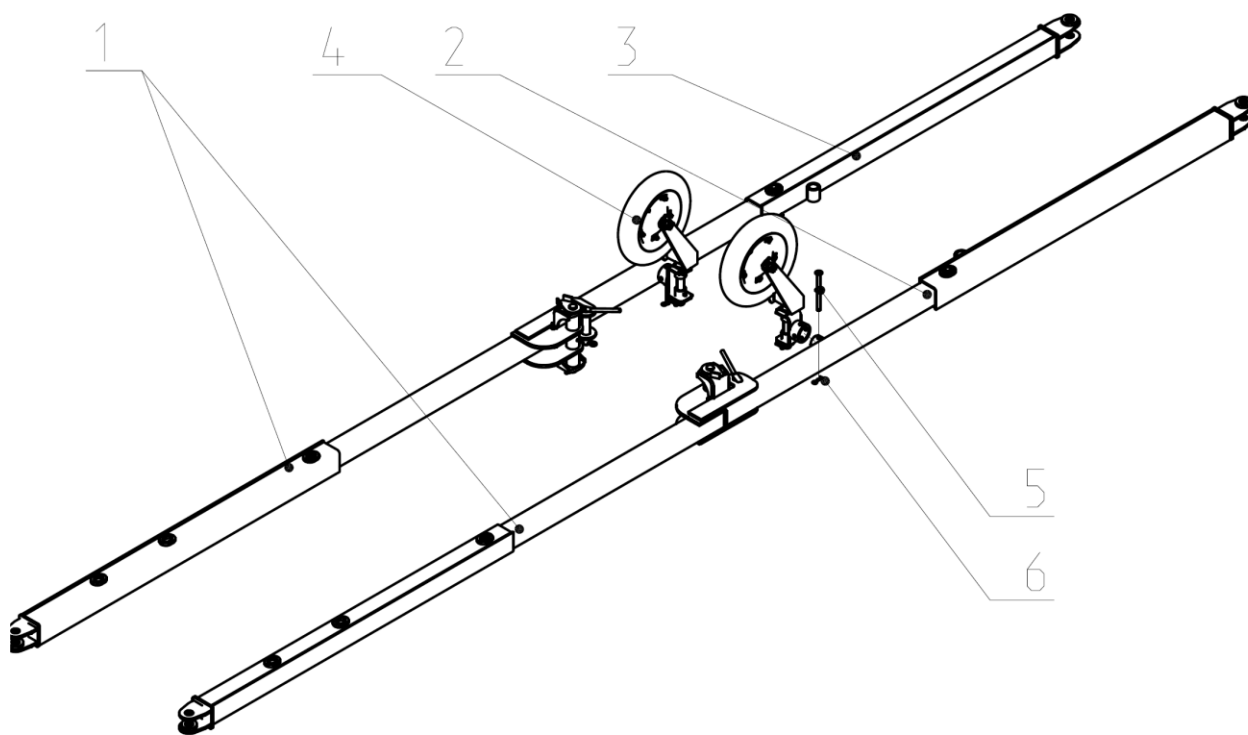

Рис.15. Растяжки.
2.32. Растяжки (Рис. 15) предназначены для соединения брусьев с снорком. При помощи растяжек устанавливается угол атаки дисков секций, которые смонтированы на брусьях.